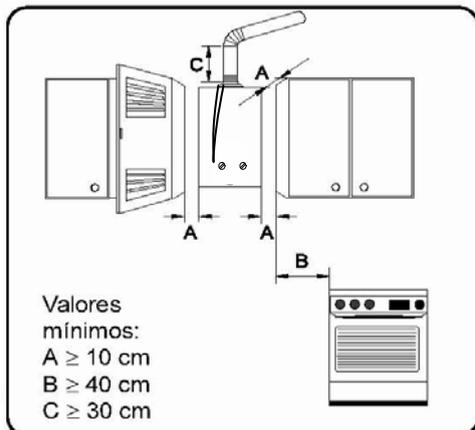

Fig. 5
1. Diagrama de instalación (Ver Fig. 5)